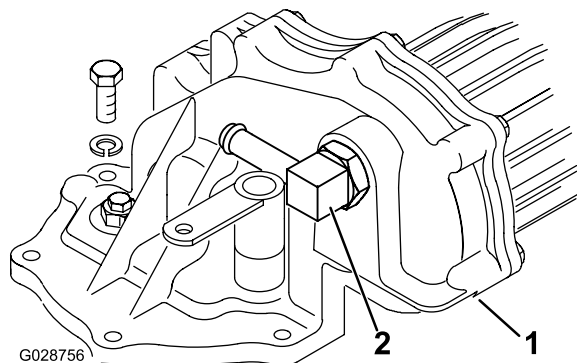

Рисунок 18
4. Установите штуцер на переднюю часть нового механизма отбора мощности и расположите штуцер, как показано на Рисунок 18.
5. Выверните 5 болтов, снимите стопорные шайбы и гайку, которые крепят плоскую крышку к ведущему мосту, и осторожно снимите плоскую крышку, проследив за тем, чтобы не повредить кольцевое уплотнение (Рисунок 18).